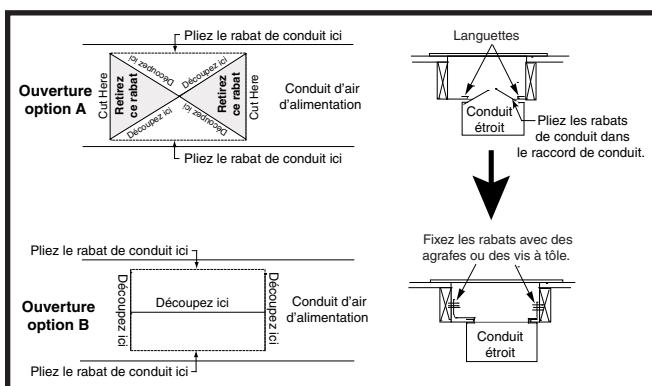

Figure 12. Conduits d'air étroits – Option 1
- Choisissez l'option A ou l'option B à la Figure 12 et découpez le dessus du conduit d'air d'alimentation. Retirez les rabats métalliques du conduit (zone ombragée) si vous choisissez l'option A.
- Ramenez les rabats vers le haut contre le côté du raccord de conduit en les serrant le plus possible. Voyez la Figure 12.